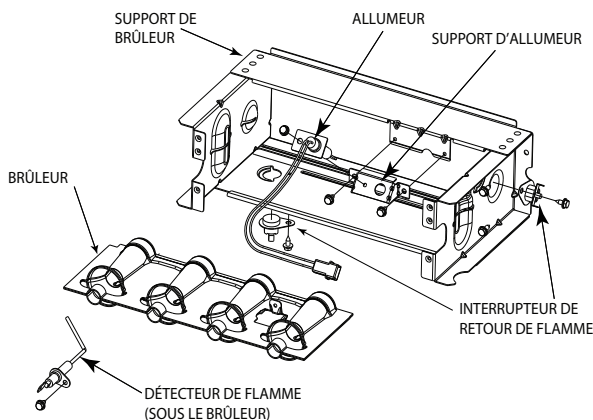
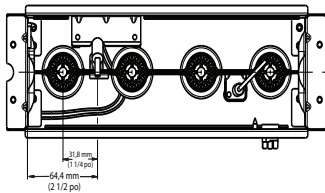
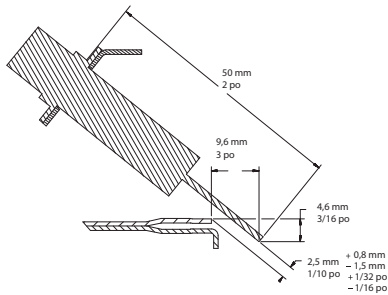

Fig. 68 – Ensemble du brûleur
Fig. 69 – Position de l'allumeur - vue du haut
Fig. 70 – Position de l'allumeur - vue latérale
Consultez la section Fig. 68.
- Vérifiez l'alignement de l'allumeur. Consultez la Fig. 68, la Fig. 69 et la Fig. 70.
L'allumeur n'a PAS besoin d'une inspection annuelle. Vérifiez la résistance de l'allumeur avant son retrait. Consultez la Fig. 68, la Fig. 69 et la Fig. 70.
- a. À l'aide d'un tournevis 1/4 po, retirez les deux vis qui fixent le support de fixation de l'allumeur à l'ensemble du brûleur (consultez la Fig. 68).
7. Rebranchez le faisceau de l'allumeur sur l'allumeur en disposant les fils de façon à vous assurer qu'il n'y a aucune tension sur l'allumeur lui-même. Consultez la Fig. 68.